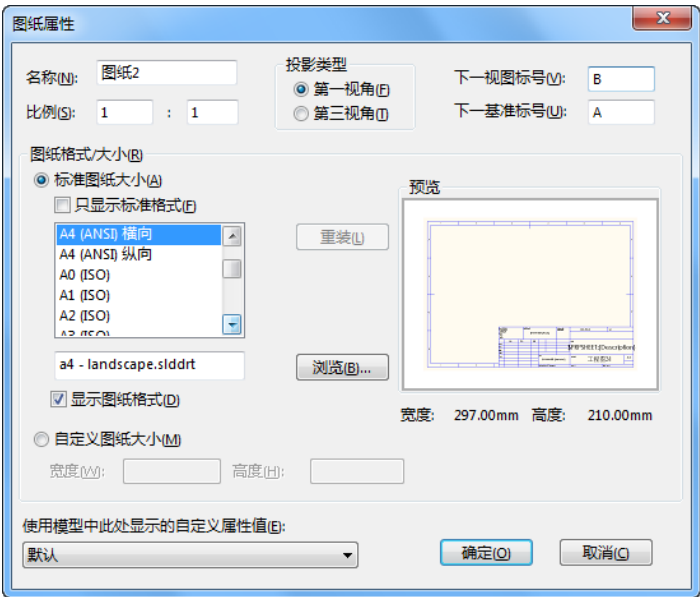

图 8-15 “图纸属性”对话框
(2) 设置图纸属性。系统弹出如图 8-15 所示的“图纸属性”对话框，根据需要进行设置后，单击对话框中的“确定”按钮，图纸添加完毕。